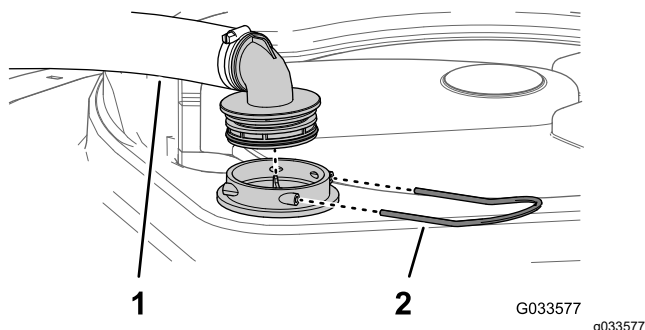

Figure 112
2. Au sommet de la cuve du pulvérisateur, retirez l'étrier de fixation qui fixe le raccord de flexible sur le grand flexible du logement du filtre (Figure 112).
3. Retirez le flexible et le raccord du logement du filtre (Figure 112).